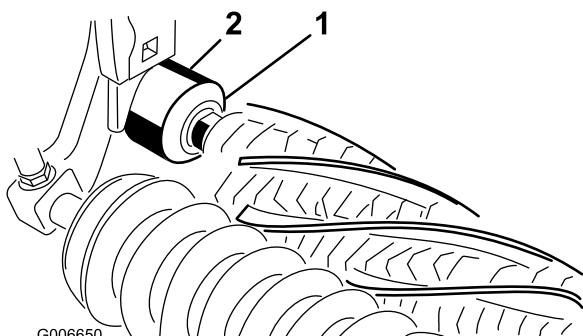

Figura 12
24. Asegúrese de que el borde sellante de cada retén toca ligeramente el alojamiento del cojinete correspondiente (Figura 12).